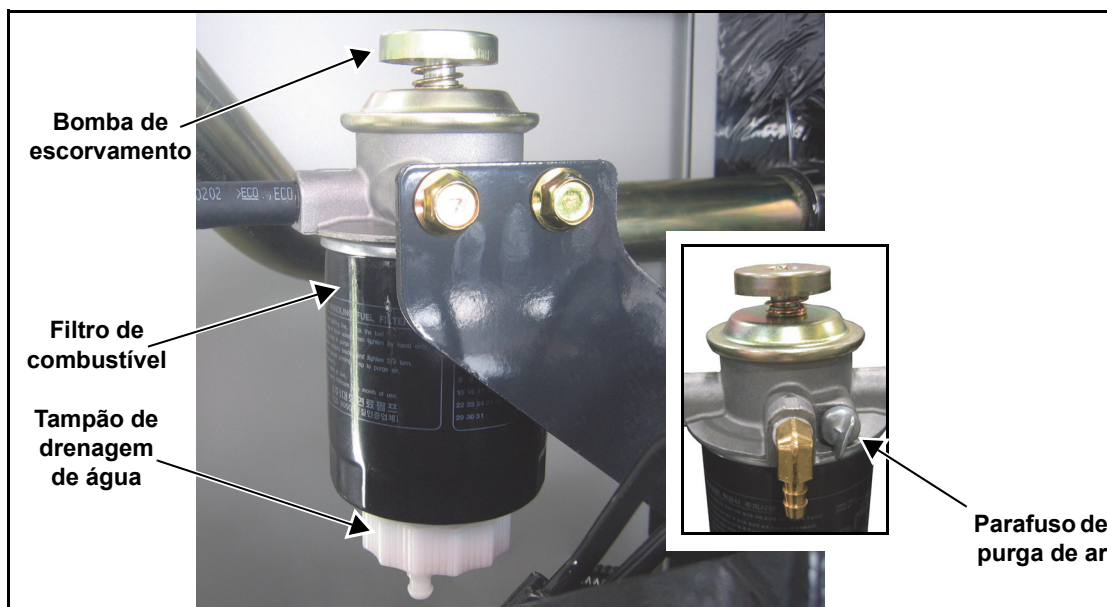

Figura 5-18. Retire o ar do sistema de combustível
1. Lentamente solte o tampão de drenagem de água. Consulte a Figura 5-18.